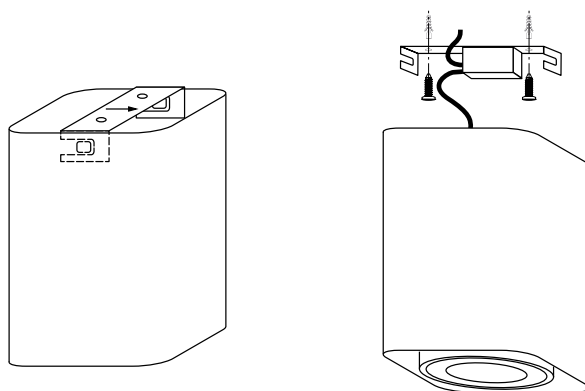

Рис. 2. Установка и подключение светильника
2. Установите светильник, как показано на рис. 2.